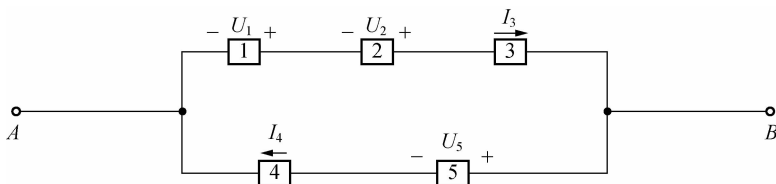

图 1-15 题 1 图
1. 电路中有 5 个元件, 电流、电压的参考方向标定如图 1-15 所示。已知 $U_1=-70\text{ V}$, $U_2=-30\text{ V}$, $U_5=60\text{ V}$, $I_3=2\text{ A}$, $I_4=4\text{ A}$ 。请说明 U_1 、 U_2 、 U_5 、 I_3 、 I_4 的实际方向。